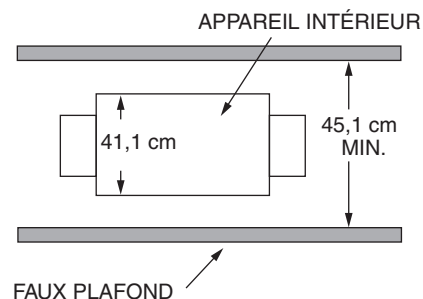

Figure 8 — Installation du faux plafond
- Prévoyez suffisamment d'espace dans le faux plafond pour l'installation et l'entretien (consultez la fig. 8).